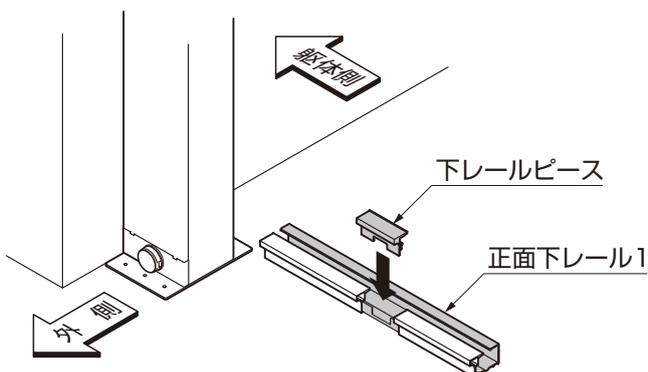

図6-7 下レールピースの取付け
- ③下レールピースを正面下レール1にはめ込んでください。(図6-7参照)